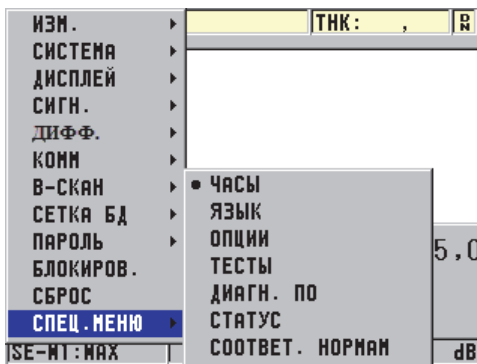

Рис. 4-2 Экран СПЕЦ.МЕНЮ
2. В окне **СПЕЦ.МЕНЮ** (см. Рис. 4-2 на стр. 55) выберите **ЧАСЫ**.